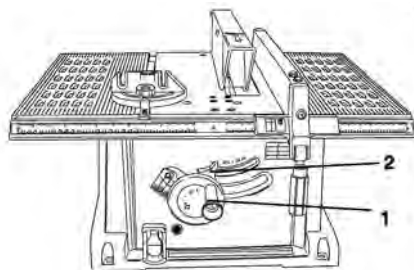

fig. 17 - ajuste de altura de la hoja
Para levantar o bajar la hoja de sierra, gire el volante de ajuste (1) hasta la altura deseada, fig. 17.
Para inclinar la hoja de sierra primero suelte la palanca de traba (2), y luego gire el volante (1) hasta que el engranaje del mismo encaje en el canal de la base de la máquina, a continuación gire el volante verificando el ángulo deseado. Al llegar al ángulo deseado apriete de nuevo la palanca de traba (2), fig. 17.